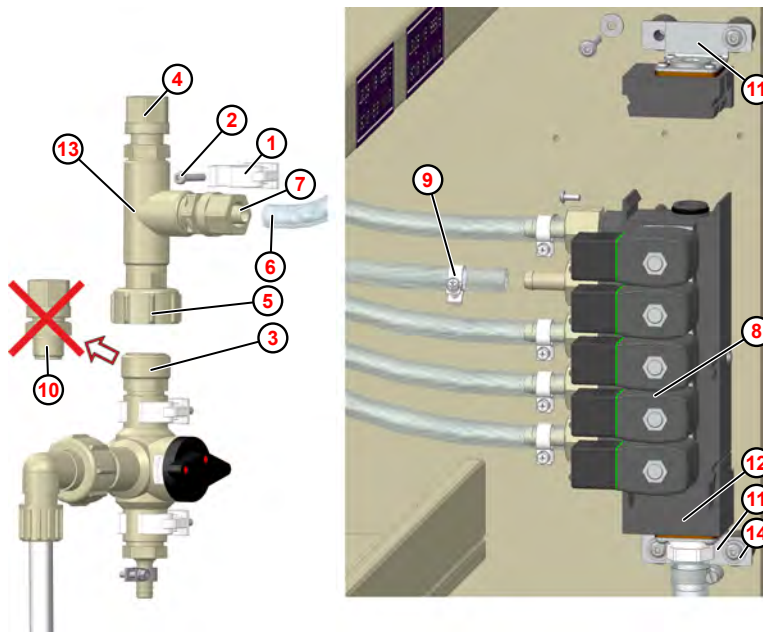

Bild 12: Montering efterspolning med vatten
3. ➤ Lossa infästningsskruvarna (4 x, Bild 12 , pos. 14) på vinkelfästena (2 x, Bild 12 , pos. 11) på båda sidor.
5. ➤ Ta loss och ta bort ändstycket (Bild 12 , pos. 12).